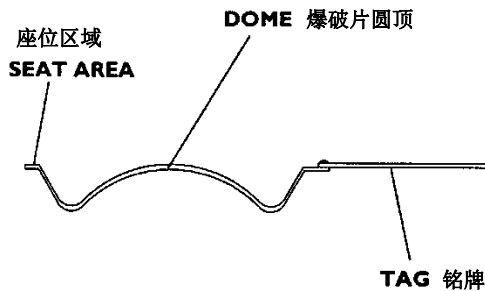

图 2 - 爆破片
- 检查爆破片是否损坏。在座位区域查看是否有凹痕或划痕，或者在爆破片的圆顶上查看是否有凹痕 (见图 2)。